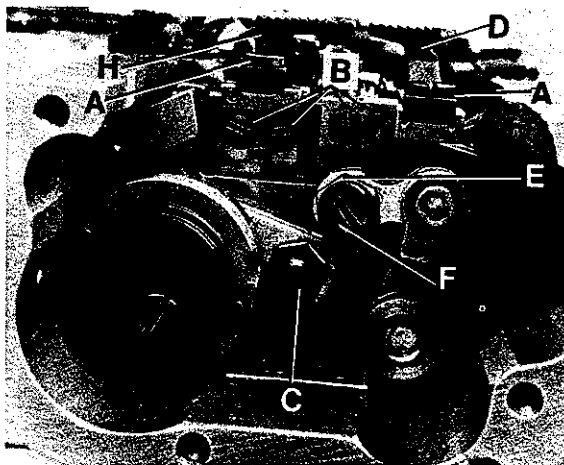

Fig.32
Assemble the main feed dog (H, Fig. 32) and the differential feed dog (D), tighten fastening screws (A) slightly. Insert the throat plate support with throat plate on the cylinder arm and center the feed dogs across-the-line-of-feed in the throat plate slots to have equal clearance on all sides. Now tighten screws (A) firmly.
For setting loosen screws (B, Fig. 32) and position the feed dog holders with the feed dogs to the correct height. Tighten screws (B).
In-line-of-feed the differential feed dog can be set to the front or to the rear to clear equally between the main feed dog and the front end of throat plate slot. For adjustment loosen screw (F, Fig. 32) and rotate eccentric (E) in operating direction until the correct setting is obtained. Retighten screw (F).
Also the main feed dog (H, Fig. 32) can be set slightly in-line-of-feed to the front or rear in the throat plate slots, if required. Loosen nut (C) and move the feed dog accordingly. Retighten nut.
Montieren Sie den Haupttransporteur (H, Fig. 32) und den Differentialtransporteur (D), ziehen Sie die Befestigungsschrauben (A) nur leicht an. Stecken Sie den Stichplatten-träger mit Stichplatte auf den Zylinderarm und vermitteln Sie die Transporteure seitlich in den Stichplattenschlitzen so, daß sie an allen Stellen freigehen. Ziehen Sie die Schrauben (A) danach gut an.
Zur Einstellung lösen Sie die Schrauben (B, Fig. 32) und schieben die Transporteurhalter mit den Transporteuren auf die gewünschte Höhe. Ziehen Sie die Schrauben (B) an.
In Transportrichtung kann der Differentialtransporteur entsprechend vor- oder zurückgestellt werden, damit er zwischen dem Haupttransporteur und dem vorderen Schlitzende der Stichplatte gleichmäßig freigeht. Zur Einstellung lösen Sie die Schraube (F, Fig. 32) und drehen den Exzenter (E) in Näherichtung, bis die richtige Einstellung erreicht ist. Ziehen Sie die Schraube (F) wieder an.
Auch der Haupttransporteur (H, Fig. 32) kann, bei Bedarf, in Transportrichtung in den Stichplattenschlitzen geringfügig vor- oder zurückgestellt werden. Lösen Sie die Mutter (C) und verschieben Sie den Transporteur entsprechend. Ziehen Sie die Mutter wieder an.